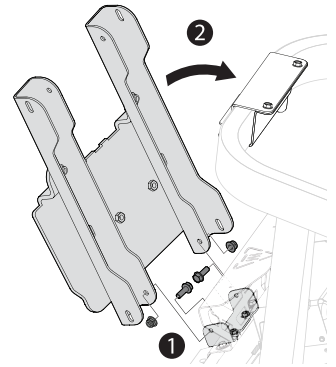

Figura 7
- Trabajando desde adentro hacia afuera, sujete el conjunto de placa de montaje/soporte del puntal al soporte inferior con dos tornillos de cabeza hexagonal (710-1238) y dos tuercas de seguridad (712-04063). Consulte el punto (1) de la Figura 7.
- Balancee los brazos superiores del conjunto de placa de montaje/soporte del puntal hacia el bastidor del tractor, alineando las ranuras exteriores con los orificios en las bridas hacia abajo del soporte del guardacorreá sujeto anteriormente al bastidor. Consulte el punto (2) en la Figura 7.